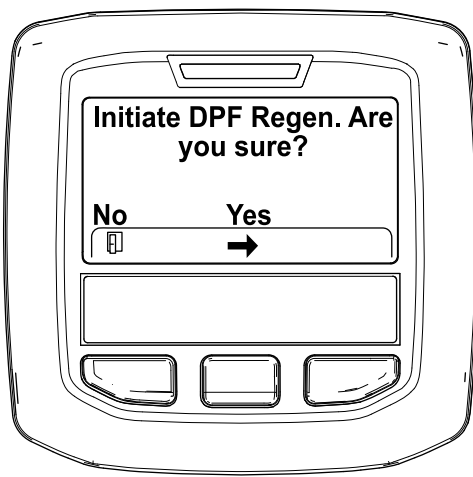

Figura 44
4. Cuando aparezca el mensaje "Initiate DPF Regen. Are you sure?" (Iniciar regeneración del FPD. ¿Está seguro?), presione el botón central (Figura 44).